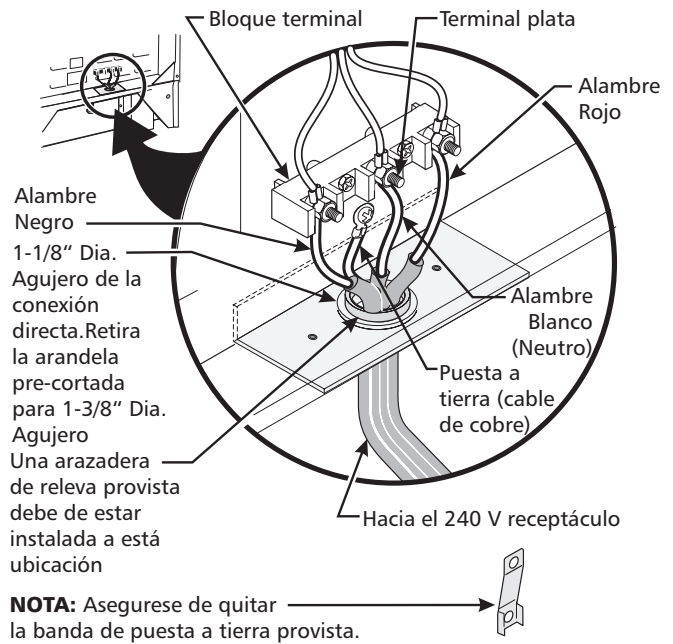

Figura 4
Para las casas sobre ruedas, las nuevas instalaciones, en los vehículos de recreación o en las áreas donde los códigos locales no permiten la conexión del conductor a tierra al neutro, un ensamblaje de suministro eléctrico de 4 conductores para estufas, clasificado a 125/250 voltios mínimo, 40 amperios mínimo, debe de ser utilizado (ver la figura 4).
4. Conecte el alambre de puesta a tierra (verde) del cordón eléctrico de cobre al marco del artefacto con el tornillo de puesta a tierra, usando el agujero en el marco donde se quitó el tornillo de puesta a tierra (vea figura 4).
Si el aparato está conectado directamente al cortacircuito, a la caja de fusibles o a la caja de empalmes, use un cable blindado flexible o no metálico recubierto de cobre (con alambre a tierra). Provee una abrazadera relevo de anclaje homologado UL a cada extremidad del cable. A la extremidad del electrodoméstico, el cable pase a través del agujero de la conexión directa (ver figura 4) en el cordón de la placa de montaje. El tamaño de los alambres (**alambre de cobre solamente**) y las conexiones deben estar conforme al régimen del electrodoméstico.